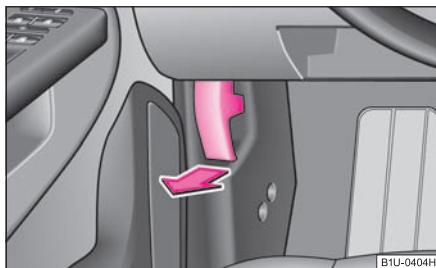

Fig. 142 Maneta de deblocare a capotei motorului
- Trageți maneta de deblocare de sub bord, pe partea conducătorului ⇒ fig. 142.
- Deblocați capota motorului ⇒ fig. 142.